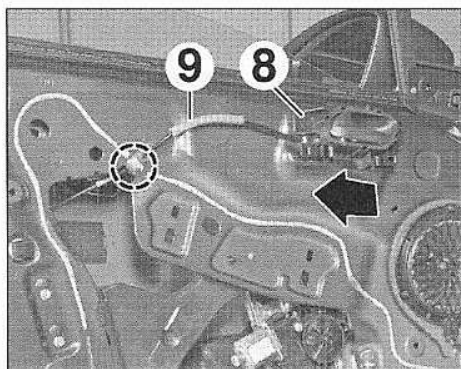

FIG.91
- Dégrafer (Fig.91) :
- la commande d'ouverture intérieure (8),
- le câble d'ouverture (9).